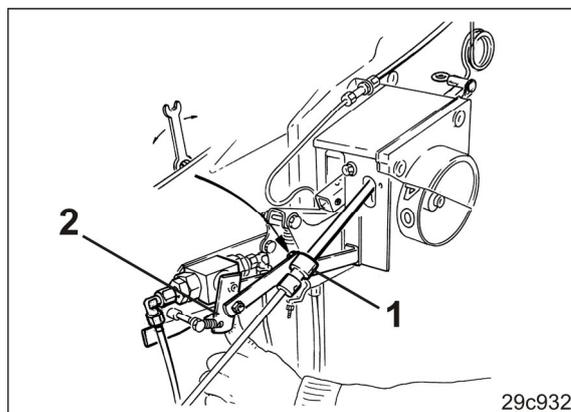

Рис. 233
2. Ослабьте установочное кольцо (Рис. 233/1).
3. Переведите назад рычаг управляющего клапана (Рис. 233/1).